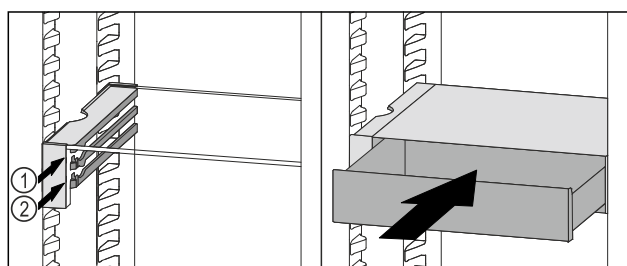

Fig. 107
- VarioSafe-Schubfach hinter den Stoppern auf gewünschter Rippe Fig. 107 (1) oder Fig. 107 (2) aufsetzen.